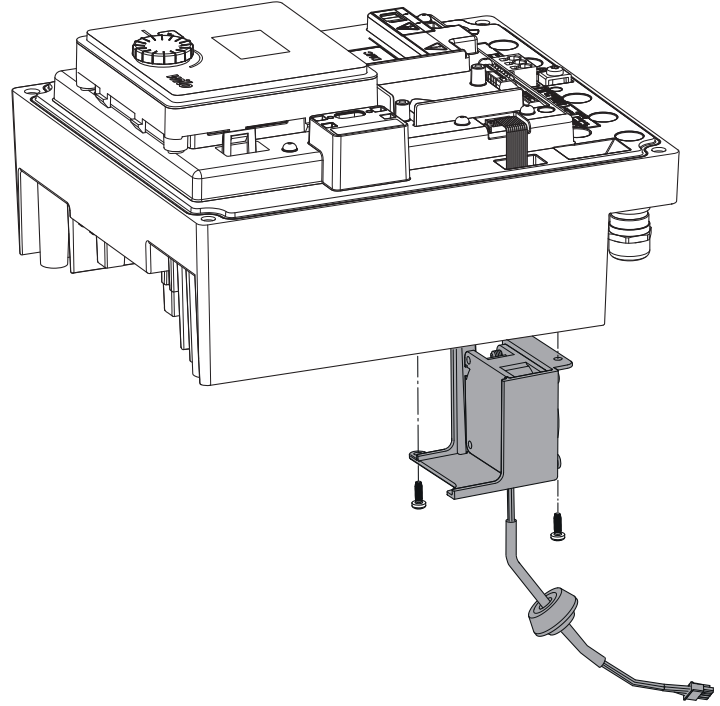

Fig. 48: Modül fanını kablo ve lastik conta ile birlikte çıkarın
- Modül fanını çıkarın ve modülün alt kısmından kauçuk contalı kabloyu gevşetin (Fig. 48).